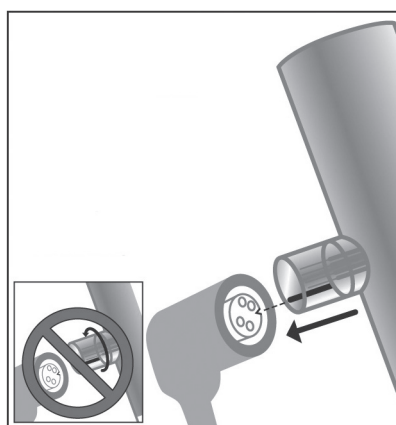

Figure 6-4 Raccordement du câble au capteur
4. Pour rebrancher le câble sur le corps du capteur : prenez soin d'aligner l'encoche dans le connecteur de câble sur l'encoche dans le connecteur du corps du capteur. Poussez simultanément. Ne pas tordre. Voir la Figure 6-4.